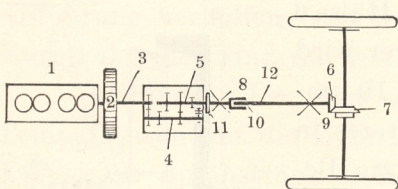
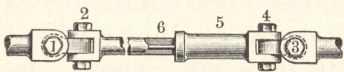
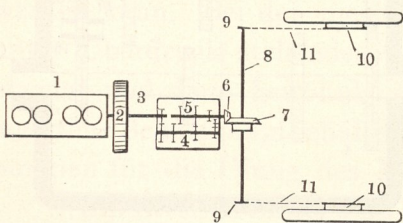

Fig. 934. Kardanwagen mit direktem Eingriff.
Fig. 935. Kardanwelle.
Fig. 936. Kettenwagen mit direktem Eingriff.
**Kardan- und Kettentrieb.** Die weitere Übertragung, also die Verbindung zwischen Getriebe und Hinterradachse, muß elastisch sein, weil Motor und Getriebe auf dem Rahmen ruhen und dieser gegen die Hinterradachse abgedeutert ist. Infolgedessen ergeben sich zwischen den beiden zu verbindenden Punkten Verschiebungen; diesen muß der verbindende Teil nachgeben können. Man erreicht dies entweder durch den Kardanantrieb oder durch Kettenübertragung. Die Fig. 934 zeigt das Schema eines *Kardanantriebes* mit direktem Eingriff. 1 bezeichnet einen vierzylinderigen Motor mit paarweise zusammen-
gebauten Zylindern; 2 ist das Schwungrad, zugleich als Kuppelung dienend; 3 ist die zu kuppelnde, 4 die Vorgelege- und 5 die Antriebswelle, die aus dem eben besprochenen Wechselgetriebe bekannt sind. 6 und 7 deuten die Kegelräder des auf der Hinterradachse sitzenden Differentialgetriebes an, das schon bei der Besprechung der Räder erläutert worden ist. Die Verbindung zwischen der Getriebewelle 5 und dem Kegelrade 6 wird nun durch den Kardanantrieb vermittelt. Er besteht aus einer Welle 12, die an ihren beiden Enden mit Universal-(Kardan-) Gelenken versehen ist. Aus Fig. 935 ist ersichtlich, wie die Welle mit ihren gabelförmigen Enden durch Drehung um die kreuzförmig miteinander verbundenen Bolzen 1 und 2 sowie 3 und 4 in den verschiedensten Richtungen nachgeben, dem Federspiel des Rahmens also folgen kann. Zu berücksichtigen ist noch, daß sich bei diesen Bewegungen auch die Entfernung zwischen den Verbindungspunkten ändert; daher ist die Welle teleskopartig in sich verschiebbar, indem das eine Ende 5 zu einer innen vierkantig gestalteten Hülse ausgebildet ist. Das andere Ende 6, ebenfalls vierkantig, kann sich dann in 5 verschieben, ohne die gemeinsame Drehung zu hindern. In Fig. 934 bezeichnen 8 und 9 die kreuzartigen Kardan-gelenke und 10 die teleskopische Verbindung; 11 ist eine Bremsstrommel dicht am Getriebekasten.
Die Form der *Kettenübertragung* ist aus der schematischen Fig. 936 ersichtlich. Die Anordnung der Übertragung vom Motor bis zum Wechselgetriebe ist dieselbe wie beim Kardanantrieb (Fig. 934). Das Differentialgetriebe mit den beiden Kegelrädern 6 und 7 ist jedoch auf eine besondere